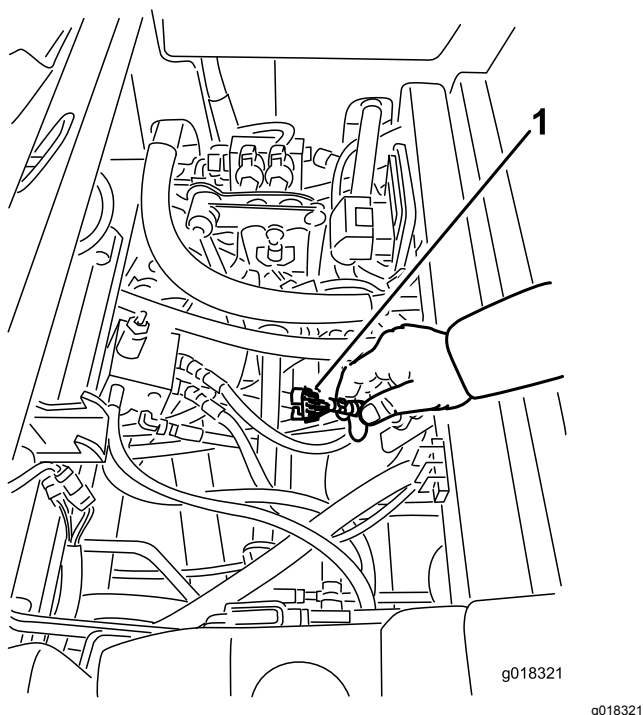

Рисунок 40
3. Найдите жгут проводов и разъемы рядом с контроллером (**Рисунок 40**).